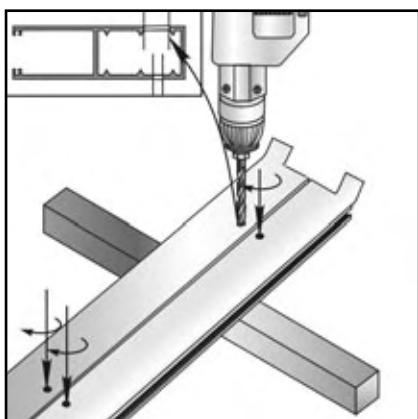
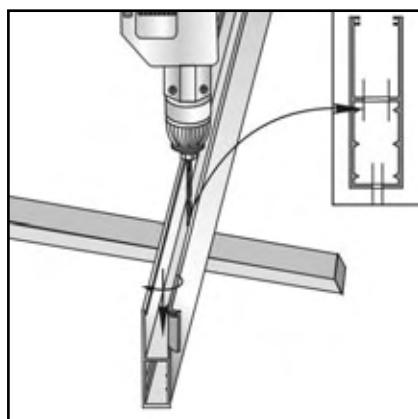

рис. 5
рис. 6
- 4.2.4.** При накладном монтаже рассверлить отверстия на лицевой поверхности направляющей шины под заглушки Ø11,8 мм (рис.5). При встроенном монтаже отверстие во внутренней стенке шины рассверлить Ø11,8 мм (рис.6).